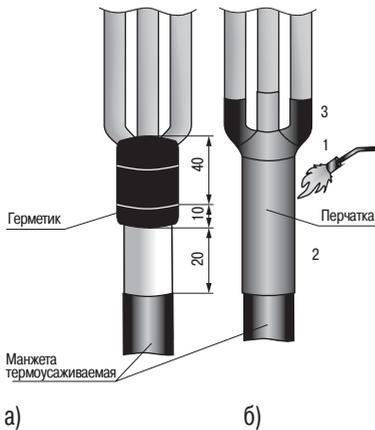

Рисунок 8.
4.24 Обмотать длинную ленту герметика по краю металлической оболочки с заходом на 10 мм на оболочку и вверх на 40 мм по жилам кабеля, удаляя разделительную бумагу (рисунок 8а).
4.25 Сблизить жилы кабеля. Надеть перчатку с усилием до упора в изолированный «корешок» разделки кабеля. Усадить перчатку, начиная от основания пальцев перчатки, вкруговую, затем в направлении оболочки. Важно чтобы основание перчатки было усажено на ранее установленную термоусаживаемую манжету. В последнюю очередь усадить пальцы перчатки на жилы кабеля. После усадки перчатка должна плотно облегать манжету и трубки на жилах кабеля, а по торцам основания перчатки и пальцев должен быть виден выступивший расплавленный клей (рисунок 8б).